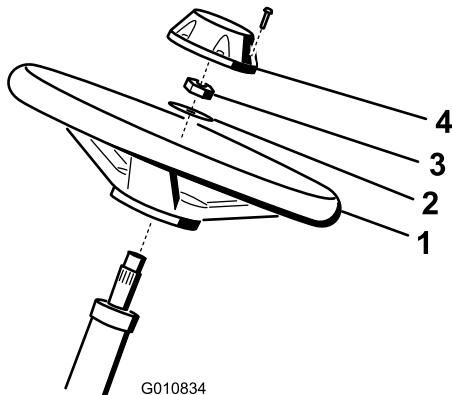

Figura 3
- Deslice el volante sobre la columna de dirección (Figura 3).
- Deslice la arandela sobre la columna de dirección (Figura 3).
- Sujete el volante a la columna con una contratuerca y apriete ésta a 27 a 35 Nm (Figura 3).
- Sujete el embellecedor al volante con el tornillo (Figura 3).